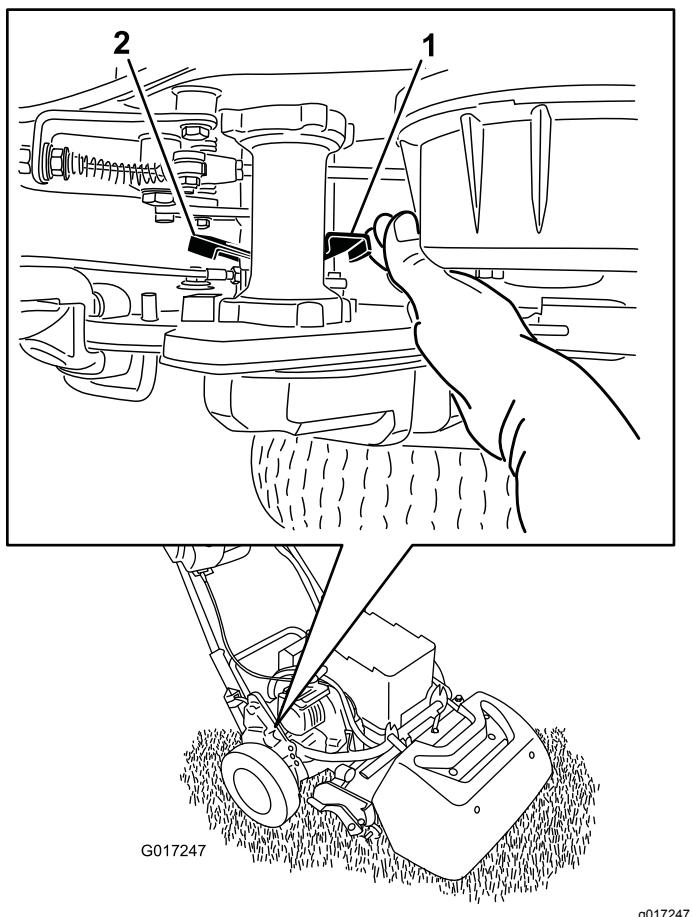

Figura 35
- No canto posterior direito da máquina, localize a alavanca de engate/desengate da tração ao lado do tambor da transmissão (Figura 35).